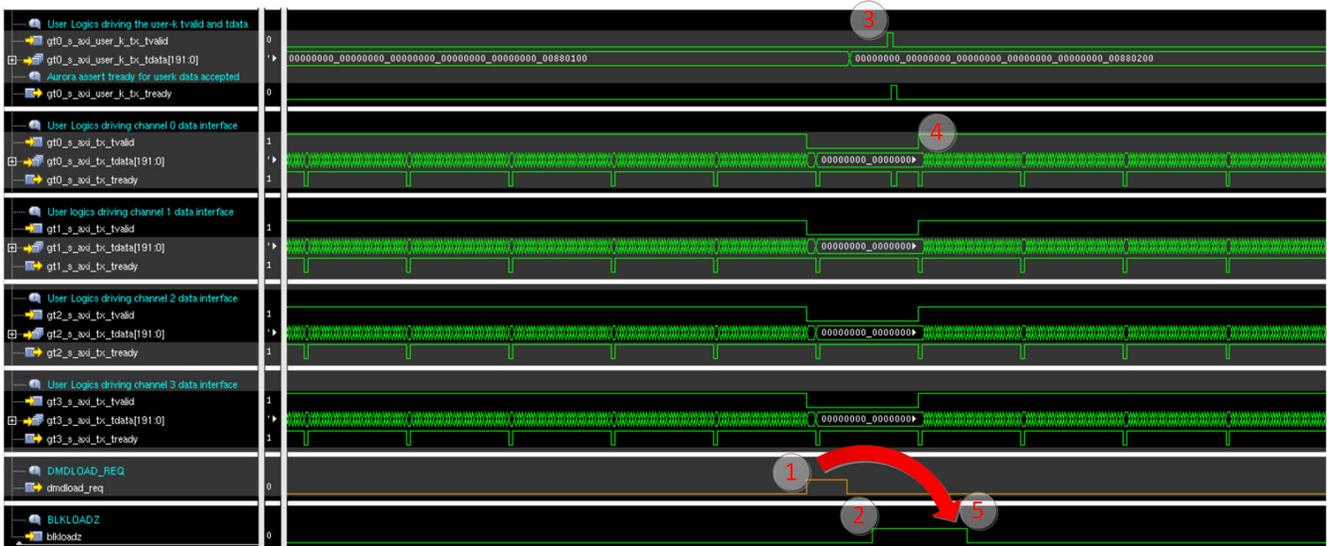

图 4-19. 块 DMDLOAD_REQ 置为有效结束之后的新块控制字波形
- 请参阅图 4-19，了解在 Apps 用户逻辑完成当前块的传输后的情况。用户可以发现 DLPC964 仍在将上一个块加载到 DMD 中（例如，BLKLOADZ 为低电平）。在 BLKLOADZ 为低电平时，Apps FPGA 仍可以将 DMDLOAD_REQ 置为有效，因为 DLPC964 可以检测并存储该 DMDLOAD_REQ 请求。在完成当前 DMD 块的 Aurora 数据传输并将 DMDLOAD_REQ 信号置为有效后，Apps FPGA 必须等待 DLPC964 将 BLKLOADZ 置为无效（例如，BLKLOADZ 从低电平转换为高电平），然后再启动下一个块的传输。BLKLOADZ 置为无效意味着 DLPC964 已完成了前一个块的 DMD 数据加载操作，并且释放了数据缓冲器以便从 Aurora 接口接受新的数据块。